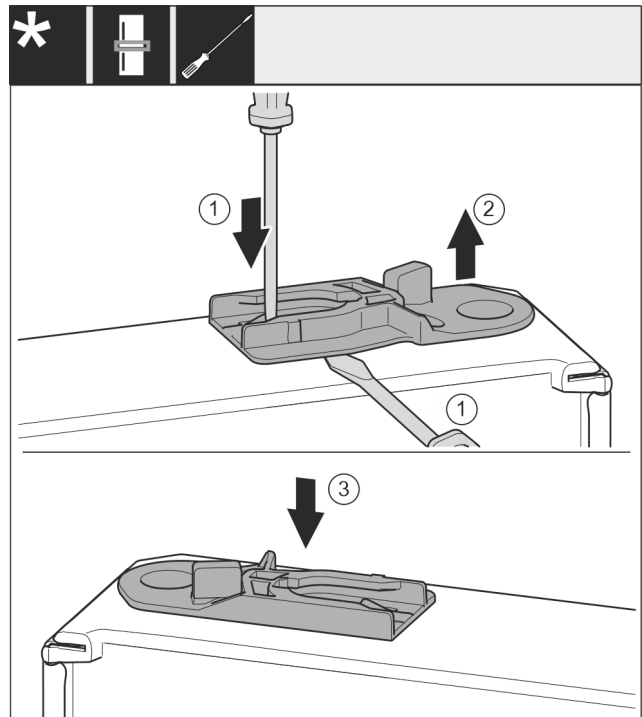

Fig. 38
- ▶ Tõmmake juhtpuks välja: vajutage aasa lapikkruvikeerajaga ja lükake samaaegselt lapikkruvikeerajaga juhtpuksi alla. Fig. 38 (1, 2)
- ▶ Lükake tarnekomplektiga kaasasolev juhtpuks teisel seadmeküljel sisse. Fig. 38 (3)